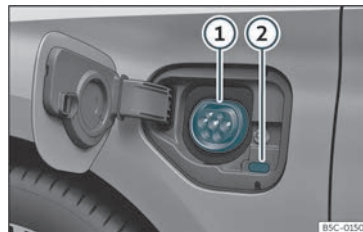

Fig. 202 Darrere de la tapa de càrrega de la bateria a la part davantera esquerra: Presa de càrrega
» **fig. 202**
- Amb el vehicle desbloquejat, la tapa de càrrega de la bateria s'obre en pressionar-la »» fig. 202.